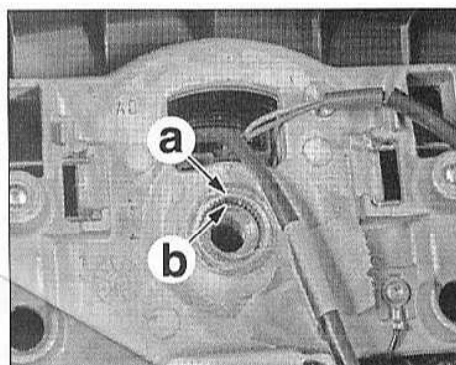

FIG.2
- Aligner le repère du volant (a) (deux dents manquantes) avec le repère de la colonne de direction (b) (méplat) (Fig.2).